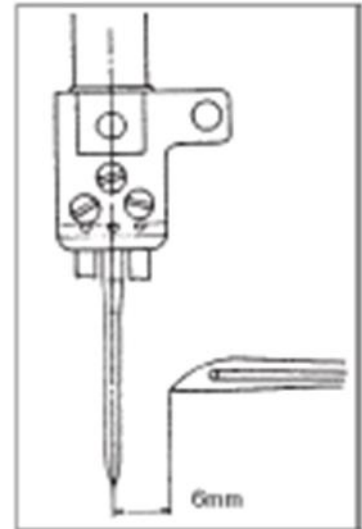

Fig. 5
- A. Para obtener dimensión "b" (Fig. 4) mueva el engarzador a la extrema derecha, afloje el tornillo L (Fig. 5) del sujetador M y mueva la varilla N (Fig. 5) hasta conseguir la dimensión determinada en las instrucciones de fase.
La distancia de la punta del Engarzador al centro de la Barra de la Aguja es de 6mm cuando el Engarzador se mueve al extremo derecho. (Fig. 5).